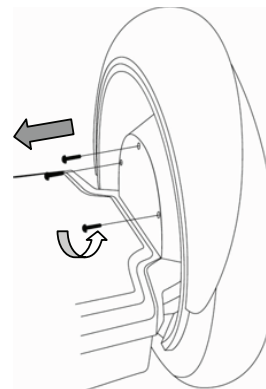

図 1. ギアボックス カバーの取り外し
2. 4 mm 六角レンチを使い、各ギアボックスカバーを固定している3本の留め金具を取り外して安全な場所に置いておきます。図 1 をご覧ください。